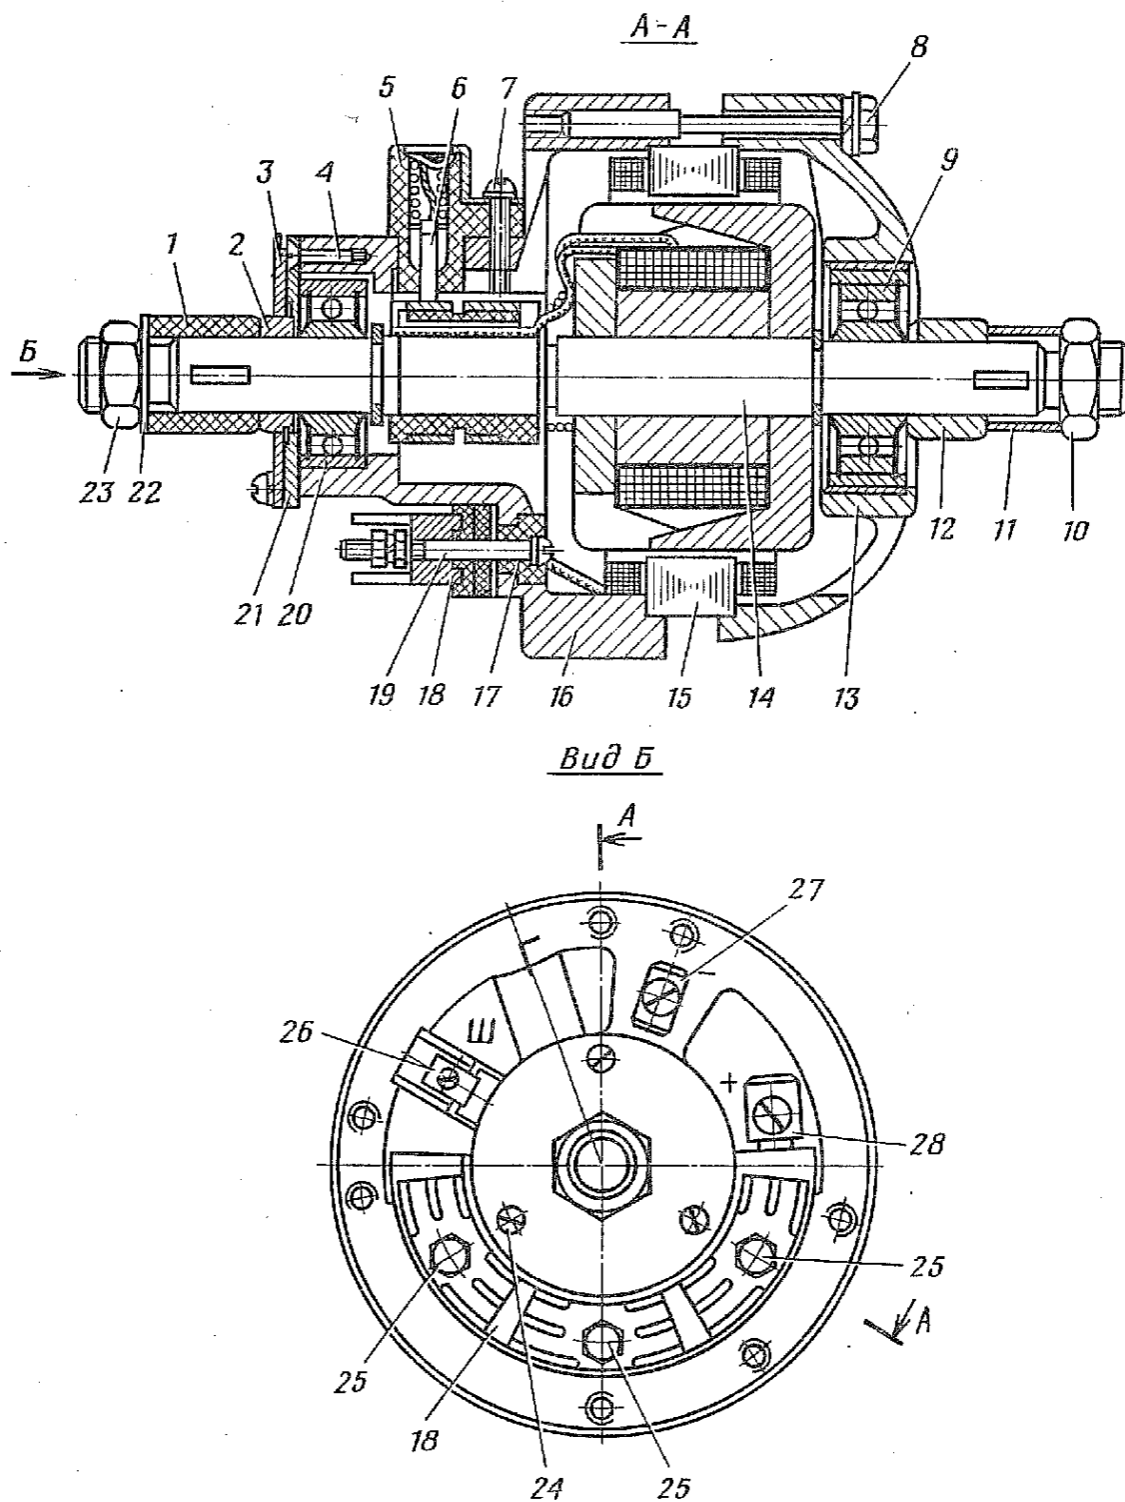

Рис. 201. Генератор:
1.1. Отвернуть винты 7 (рис. 201) и снять щеткодержатели 5 со щетками 6 (отвертка 150×0,5).
3.1. Напрессовать на вал ротора 14 (рис. 201) со стороны привода подшипник 9.